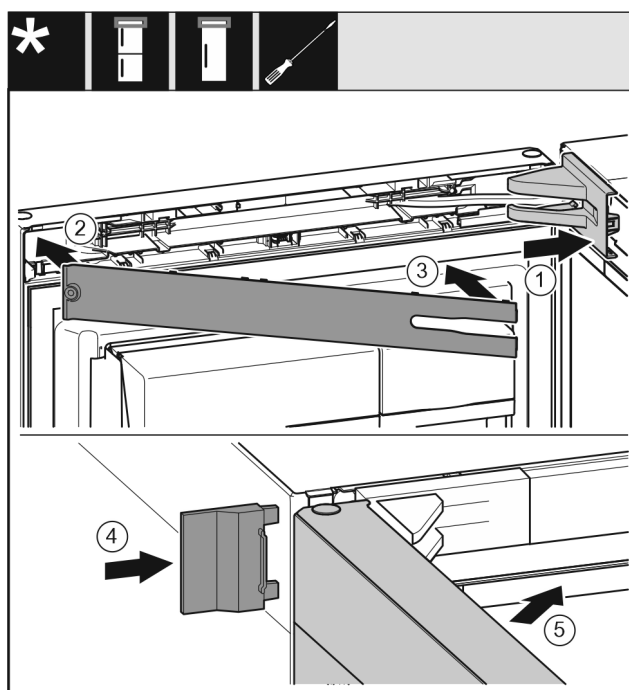

Fig. 26
- ▶ Applicare la copertura del blocco di supporto e innestarla, se necessario premere con cautela. Fig. 26 (1)
- ▶ Applicare il pannello. Fig. 26 (2)
- ▶ Ruotare verso l'interno il pannello e innestarlo. Fig. 26 (3)
- ▶ Spingere la copertura esterna. Fig. 26 (4)
- ▶ Chiudere la porta superiore. Fig. 26 (5)